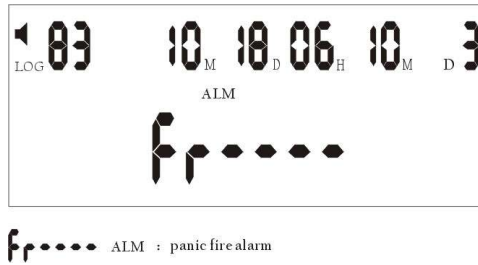

Fig.15: L'LCD mostra quando c'è un allarme antincendio
**A. Incendio:** premere il tasto FIRE (fuoco) per 2 secondi sia in modalità allarmata che disallarmata. Il pannello genera un allarme ed invia un segnale di allarme al C.S. (vd. Fig.15)